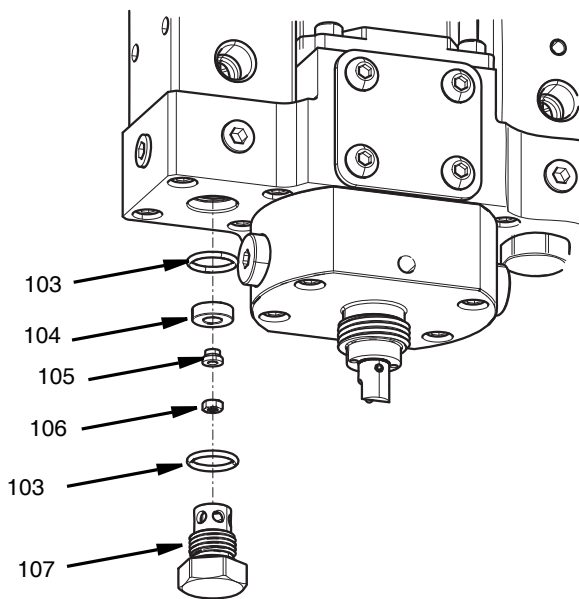

FIG. 27
2. Rimuovere il fermo della sede della valvola (107) usando una chiave fissa da 19 mm.
3. Rimuovere il dado (106) che tiene l'ugello ad azione inversa (105) usando una chiave da 5,5 mm.
4. Estrarre la sede della valvola (104) e gli O-ring (103). Vedere FIG. 27 pagina 38.